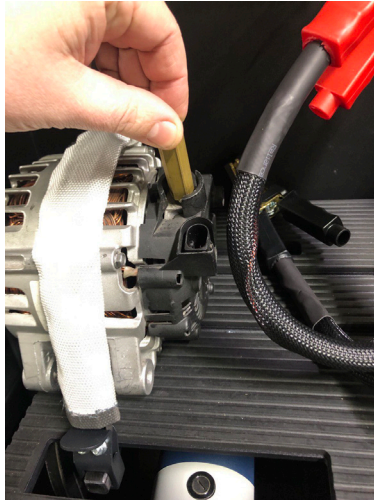

Рисунок 12
6. Накрутіть на клему "В+" адаптер (рис. 12).